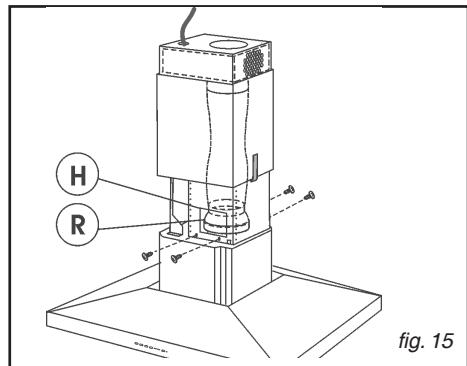

fig. 15
- Haube mittels 4 mitgelieferten Schrauben an der Teleskopstruktur befestigen - Abb. 15.
- Abluftrohr mit den Öffnungen H am Reduzierstück befestigen (Abb. 15).